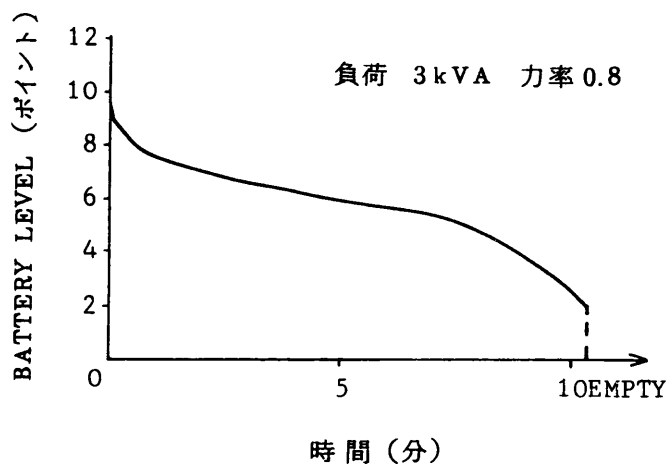

図2-3-2 バックアップ時間対 BATTERY LEVEL (代表例)
- ・ 規定負荷もしくは規定に近い重い負荷の場合、バッテリー電圧が負荷変動により下がります。 このため、バッテリーレベルは数ポイント消える様になります。又、停電時、バッテリーの特性により最初の数ポイントは速く消え、その後、ゆっくり1ポイントずつ消えて行き、最後の数ポイントは再び早くなります。図2-3-2を参照して下さい。